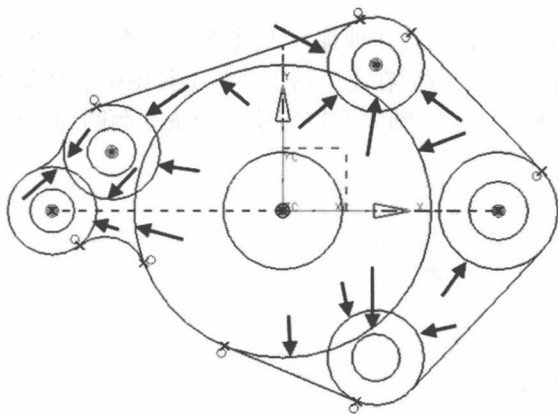
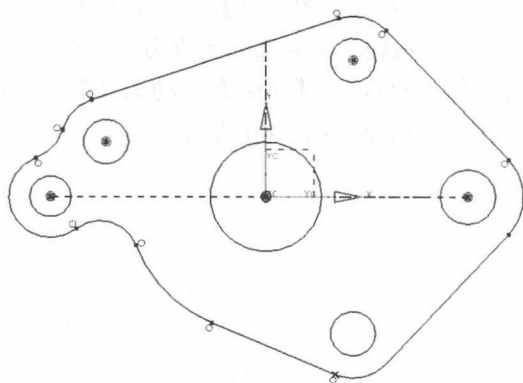

图 1-42 选取要修剪的曲线
图 1-43 修剪曲线后结果
(15) 修剪多余曲线。在【草图工具】工具条中选择  (快速修剪) 按钮, 然后在图中选择如图 1-42 所示的曲线, 修剪结果如图 1-43 所示。